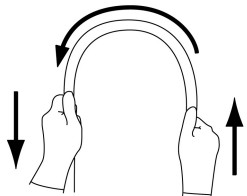

図 1
2. 挿入部を両手で持ち、全長にわたって図 1 に示すように順次半円の頂点をずらすように曲げたときに、適切な軟らかさを有しており、軟らかさが不連続になっているなどの異常がないこと。